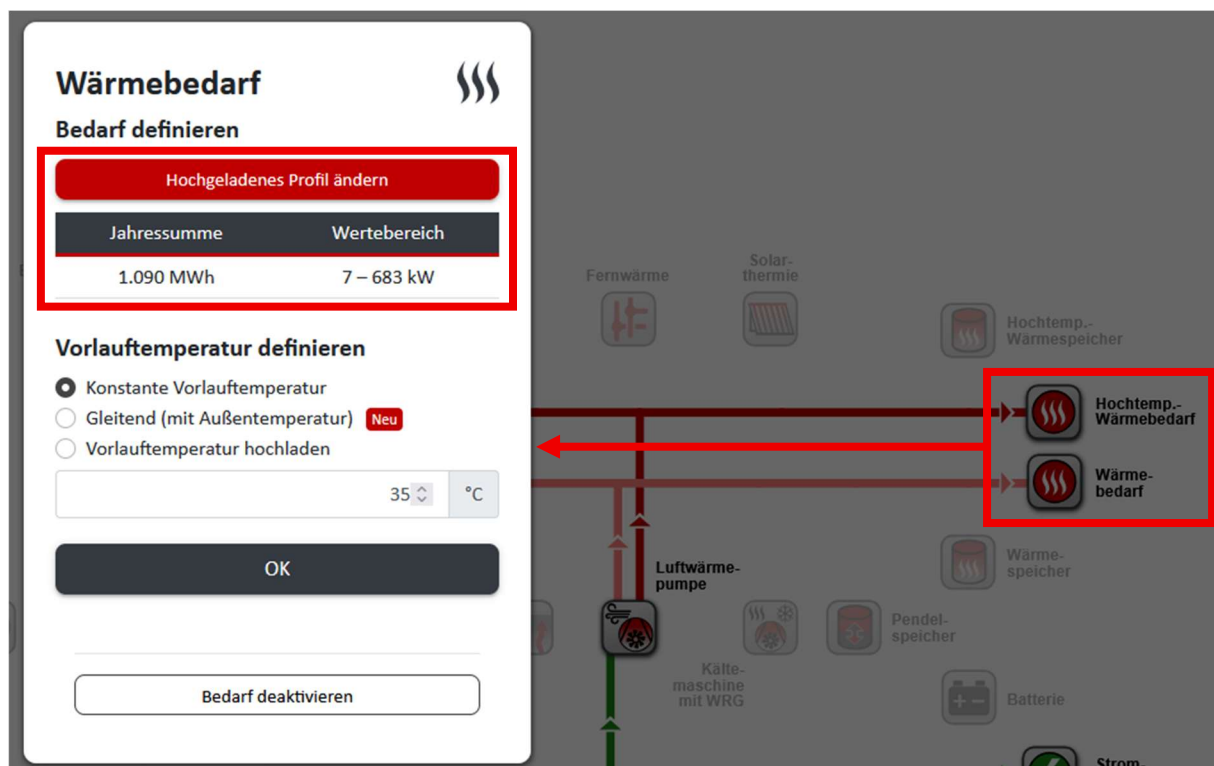

Abbildung 7: Definition von Nieder- und Hochtemperatur-Wärmebedarfe durch aktives Ändern der entsprechenden Profile in der Benutzeroberfläche.
- **Energiezentralen-Projekt:** Bedarfsprofile müssen hier direkt hochgeladen werden und können entsprechend separat für Nieder- und Hochtemperatur-Wärmebedarf angepasst werden, wie in Abbildung 7 zu sehen.